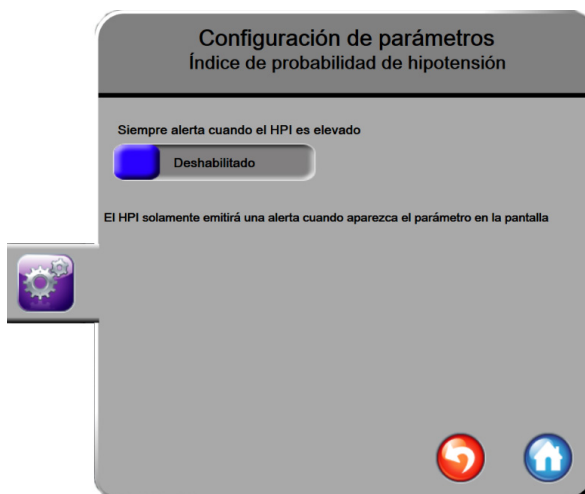

Figura 12-4 Configuración de parámetros: botón conmutador de la barra de información de HPI
- 5 Toque el botón conmutador **Siempre alerta cuando el HPI es elevado** para cambiarlo a **Deshabilitado**. Consulte la figura 12-4.